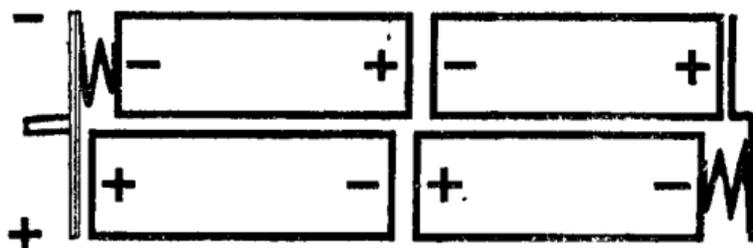

Рис. 2. Расположение элементов питания в кассете
- заполнить кассету элементами питания согласно рис. 2;